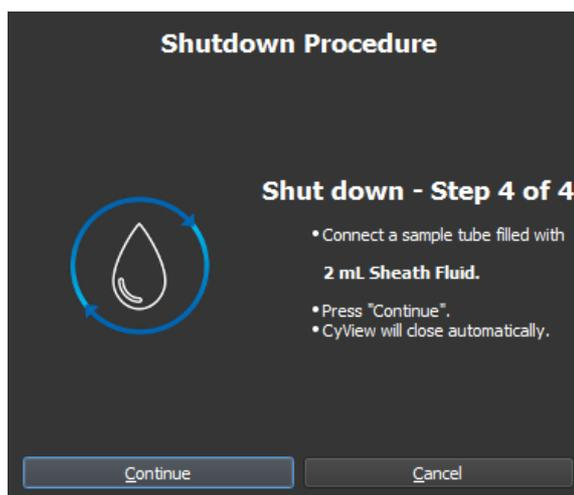

Abbildung 31. Schritte des Prime Programms Die Software schaltet sich automatisch ab, sobald der Vorgang abgeschlossen ist. Sie können den PC nun herunterfahren
9. Folgen Sie den Anweisungen durch das Shutdown-Programm, s. Abbildung 31. Nach Abschluss des Geräts schließt sich die CyView™ Software automatisch.